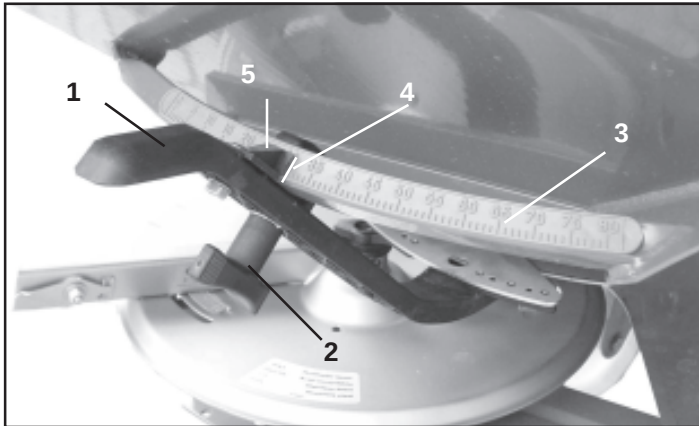

Fig. 11.1
Le réglage du débit d'engrais s'effectue en réglant l'ouverture des trappes d'alimentation à l'aide des deux leviers de réglage (fig. 11.1/1).
- Desserrez l'écrou à ailettes (fig. 11.1/2).
- Recherchez sur l'échelle graduée (fig. 11.1/3) la valeur de réglage fournie par le tableau de réglage.
- Amenez l'arrête de lecture (fig. 11.1/4) de l'index du levier de réglage (fig. 11.1/5) sur la graduation correspondant à la valeur ci-dessus.
- Resserrez fortement l'écrou à ailettes (fig. 11.1/2).